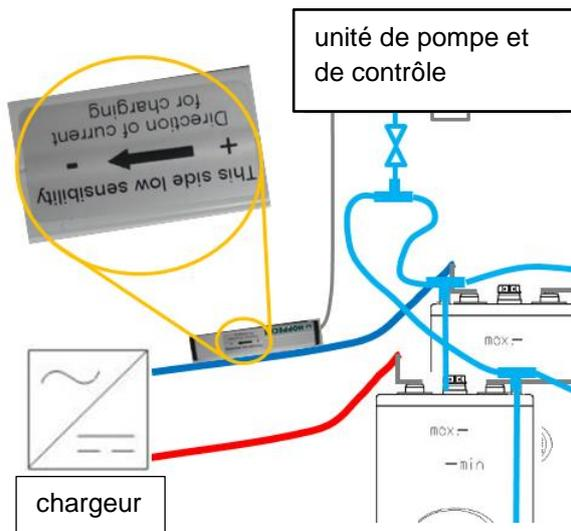

Fig. 16 : Arrangement du capteur de courant
- La flèche imprimée sur le capteur de courant doit être orientée vers le dispositif de charge (c. f. fig. 16).